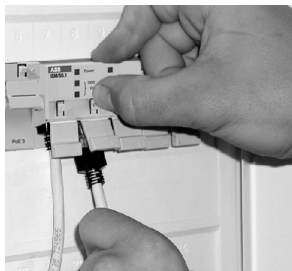

Bild 3
- 2 Zum Lösen der Patchkabel aus den Buchsen drücken Sie zunächst auf den Entriegelungsknopf oberhalb der entsprechenden Buchse und ziehen dann den Stecker heraus (s. Bild 3).